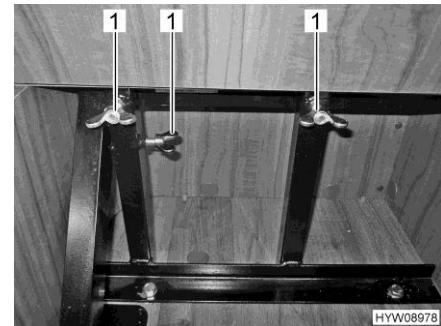

Fig. 24 Fissare il sedile installabile mediante dadi ad alette
- Fissare il sedile installabile mediante dadi ad alette (Fig. 24,1).